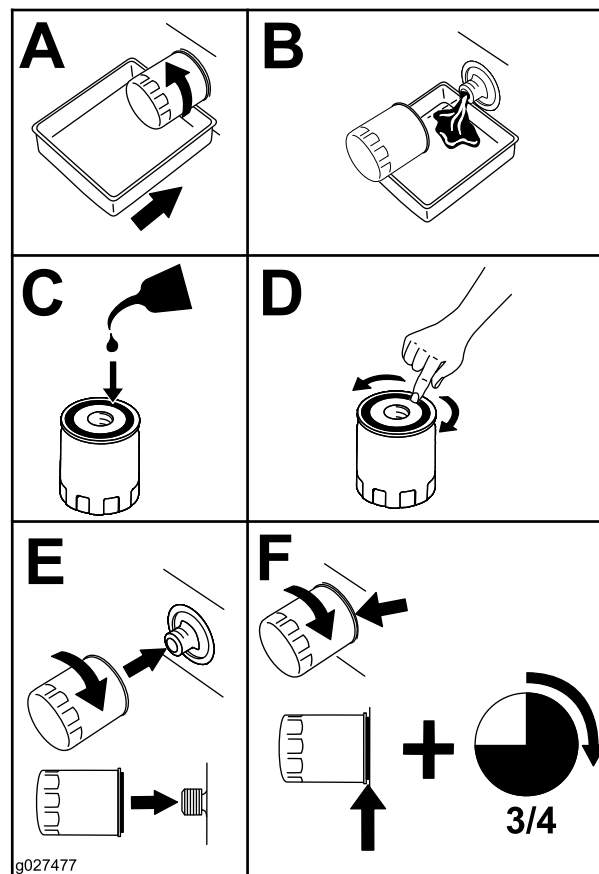

Figura 50
2. Cambiate il filtro dell'olio del motore (Figura 50).